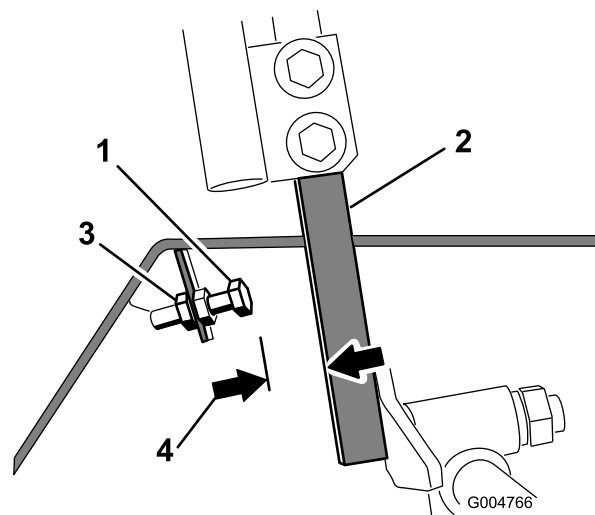

Figure 67
4. Desserrez l'écrou de blocage sur le boulon d'arrêt de l'un des leviers de commande (Figure 67).